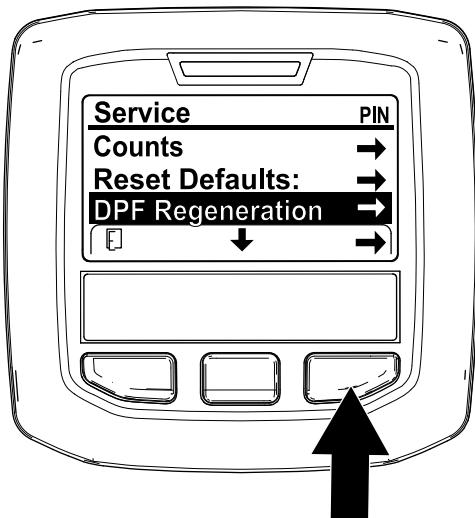

Figura 39
1. Aceda ao menu de manutenção, pressione o botão central para se deslocar para a opção REGENERAÇÃO DO DPF (Figura 39).
2. Pressione o botão direito para selecionar a entrada Regeneração do filtro de partículas de gasóleo (Figura 39).